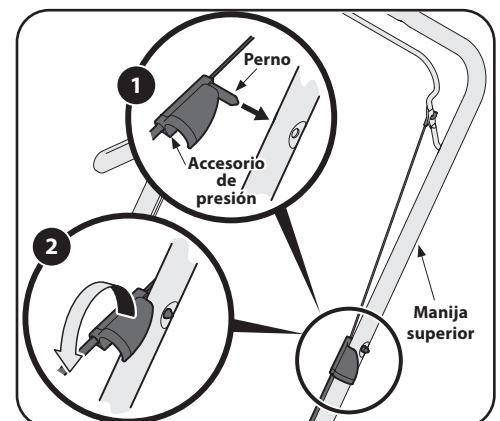

Figura 2-3
1. Presione el perno que está dentro del accesorio de presión dentro del orificio que se encuentra del lado izquierdo de la manija superior, según se muestra en Figura 2-3.